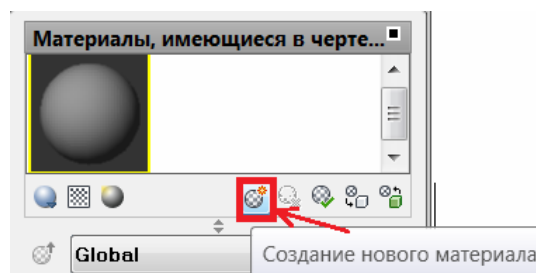

Рис. 6.1
4. В открывшемся окне «**Материалы**» щёлкнуть кнопку **Создание нового материала** (рис. 6.1).